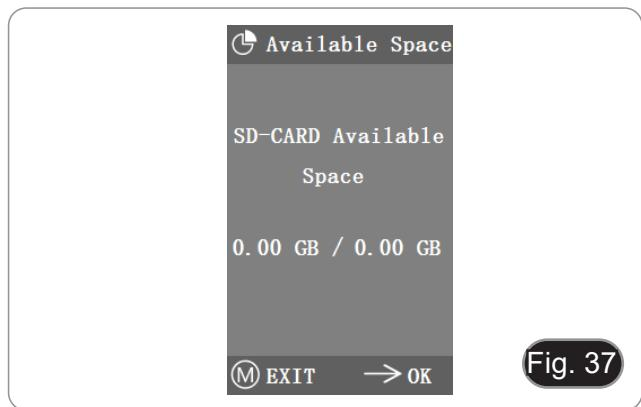

Fig. 37
- Si "0.00 Gb / 0.00 Gb" (Fig. 37) s'affiche, la carte SD n'a pas été insérée correctement ; essayez de l'insérer à nouveau.